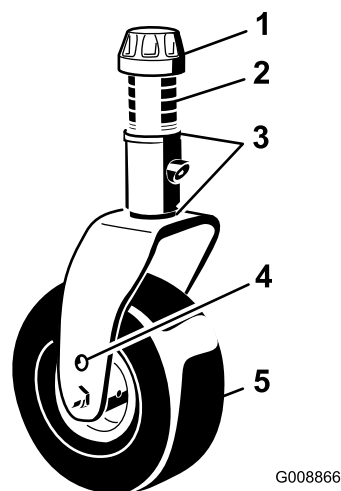
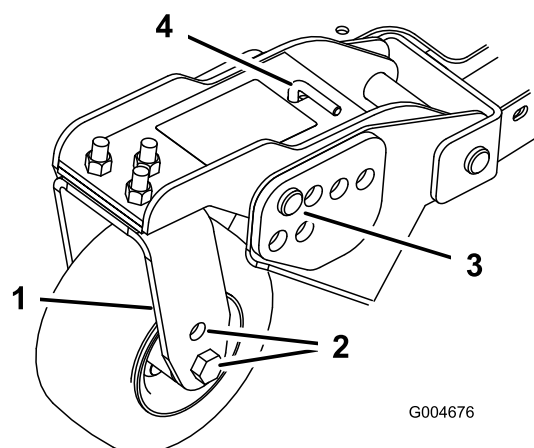
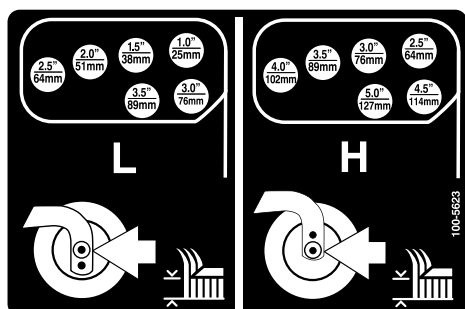

Figura 19
Figura 21
Figura 22
1. Posizionate gli assali delle ruote orientabili negli stessi fori di tutte le forcelle (Figura 19 e Figura 21).
2. Togliete il cappuccio di tensione dall'asse del perno ed estraete il perno dal braccio della ruota orientabile (Figura 19).
6. Togliete la coppiglia ed i perni con testa dai bracci di rotazione delle ruote orientabili (Figura 21).
7. Girate il tenditore per alzare o abbassare il braccio di rotazione finché i fori non sono allineati con i fori della staffa dell'altezza di taglio selezionati, nel telaio del piatto di taglio (Figura 21 e Figura 22).